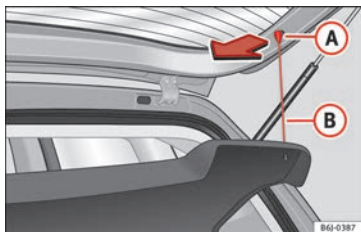

Abb. 120 Hutablage
- Hängen Sie die Streben »» Abb. 120 (B) aus den Aufnahmen (A) aus.